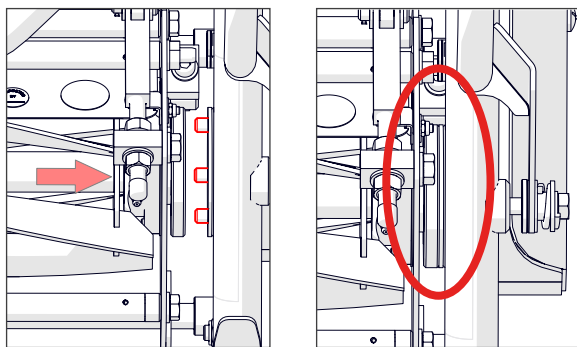

Fig. 8G - Bajar el nuevo casete y deslizar hasta fijarlo en las tres patillas.
8. Deslice el casete hacia la parte izquierda de la máquina hasta que encaje completamente en las tres patillas del acoplamiento de accionamiento (Fig. 8G). Es posible que sea necesario girar ligeramente a mano el cilindro para alinearlos con las patillas. ⚠